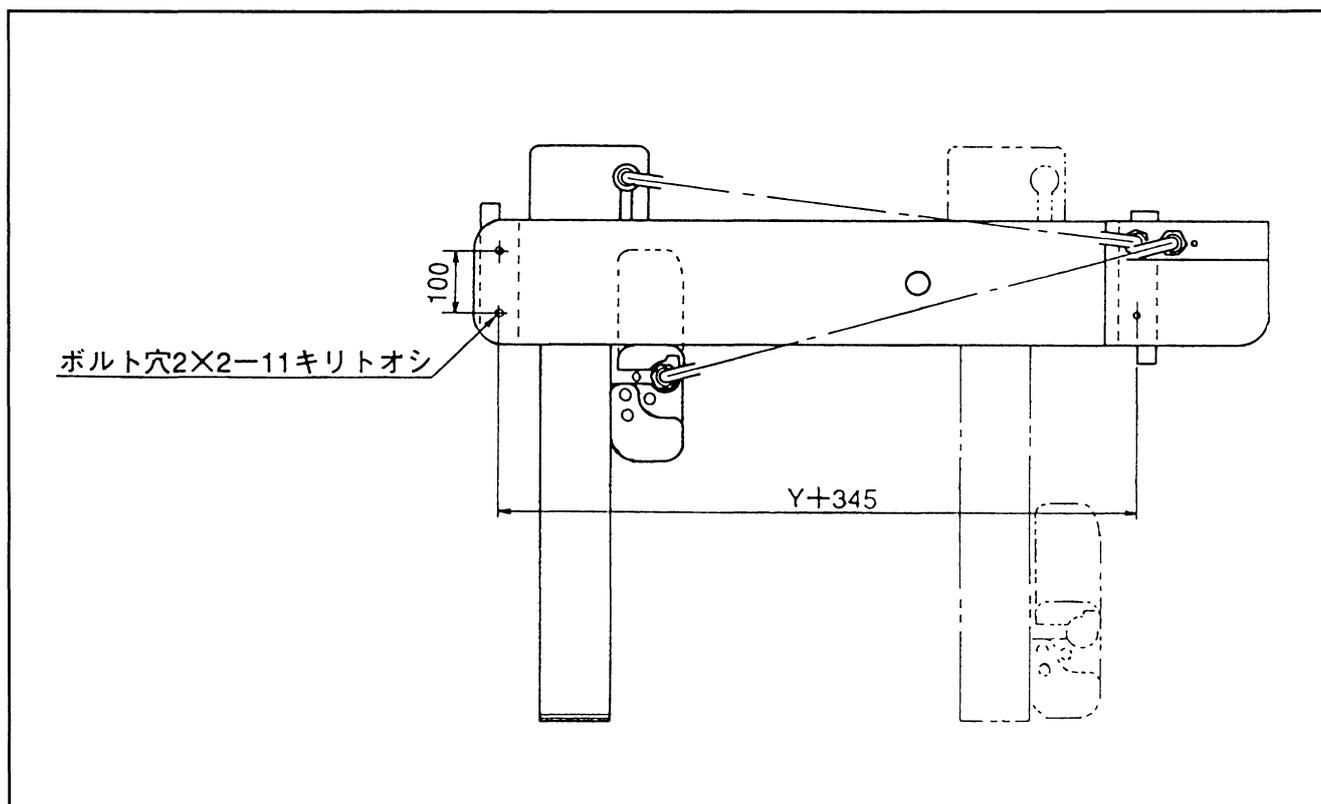

図5-59 XY型の固定ボルト位置
- ①設置台のロボット固定位置に図5-59の寸法に従って、ボルト穴4ヶ所M10を開けてください。
- ②ロボットの運搬方法に従って、固定位置に置いてください。
- ③六角穴付きボルトM10×35を締め付けトルク $71 \pm 14.2\text{Nm}$ { $710 \pm 142\text{kgf} \cdot \text{cm}$ }で締め付けてください。